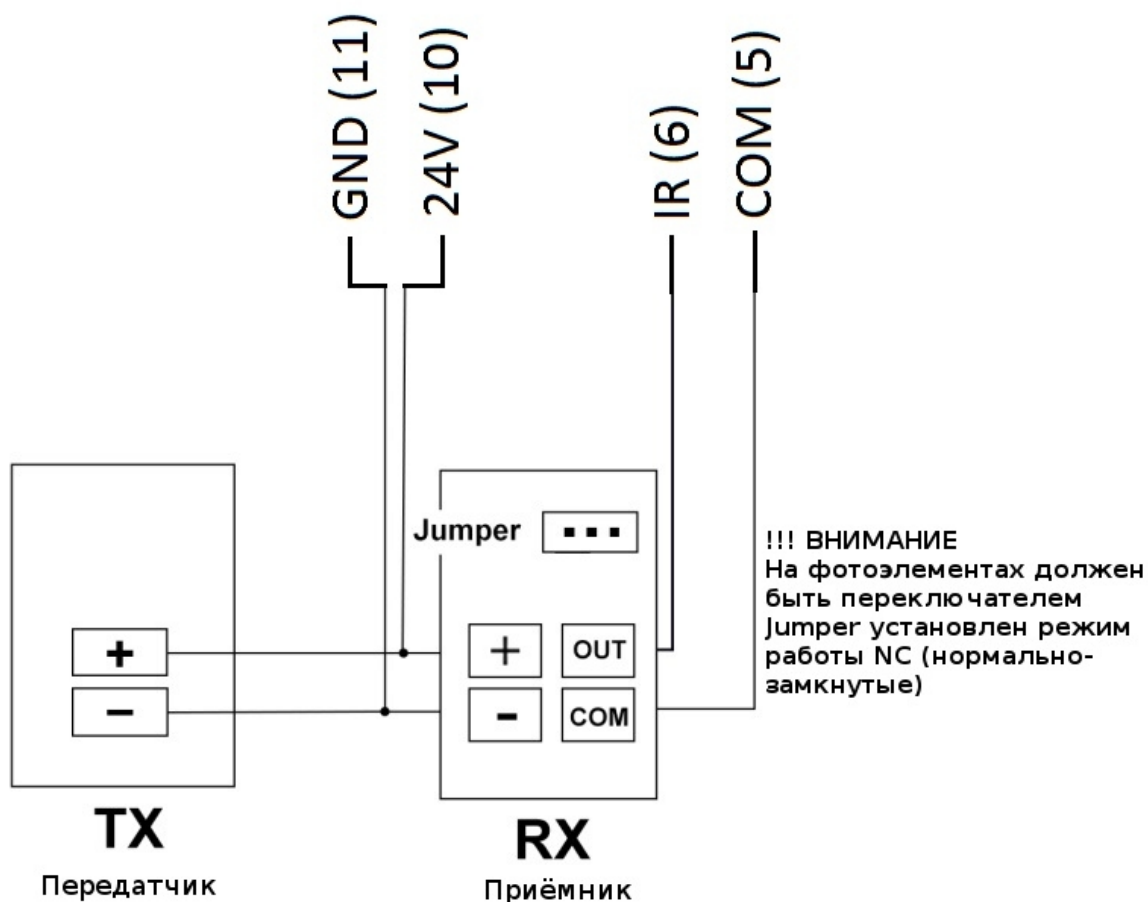

Рис. 10. Подключение фотоэлементов
Подключите клемму COM на приёмнике фотоэлементов RX к клемме COM (5) на плате управления приводом. Подключите клемму OUT на приёмнике фотоэлементов RX к клемме IR (6) на плате управления приводом. Далее подключите клемму “ + ” приёмника RX и передатчика TX фотоэлементов к клемме 24V (10) платы управления приводом. Затем подключите клемму “ - ” приёмника RX и передатчика TX фотоэлементов к клемме GND (11) платы управления приводом (см. Рис. 10).
ВНИМАНИЕ !!! Дампер (переключатель) NO/NC на фотоэлементах установить в положение NC (нормально-замкнутые) (см. Рис. 10). При настройке платы управления в пункте меню PD необходимо установить настройку режима работы фотоэлементов в положение 0 что означает NC (нормально-замкнутые) (см. Раздел 6.1.).